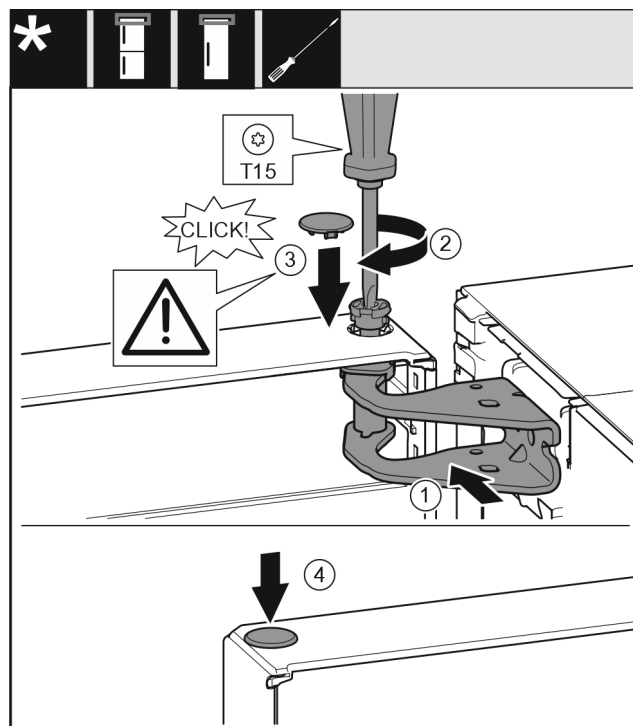

Fig. 27
- Allineare la porta superiore all'apertura nella staffa di supporto Fig. 27 (1).
- Inserire i perni Fig. 27 (2) e stringerli con un cacciavite.
- Inserire la copertura Fig. 27 (3).
- Controllare che la copertura Fig. 27 (3) poggi sulla porta.
- Inserire la copertura Fig. 27 (4).